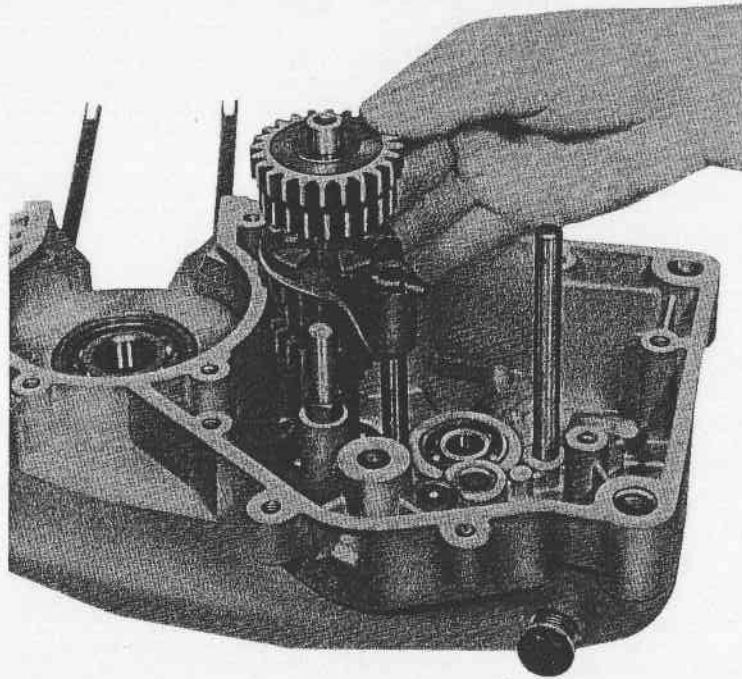

Fig. 29 - Rémontage de l'arbre primaire
- Introduire légèrement l'arbre primaire dans roulement en même temps introduire la fourchette dans l'engrenages 3eme - 4eme vitesse (Fig. 29).